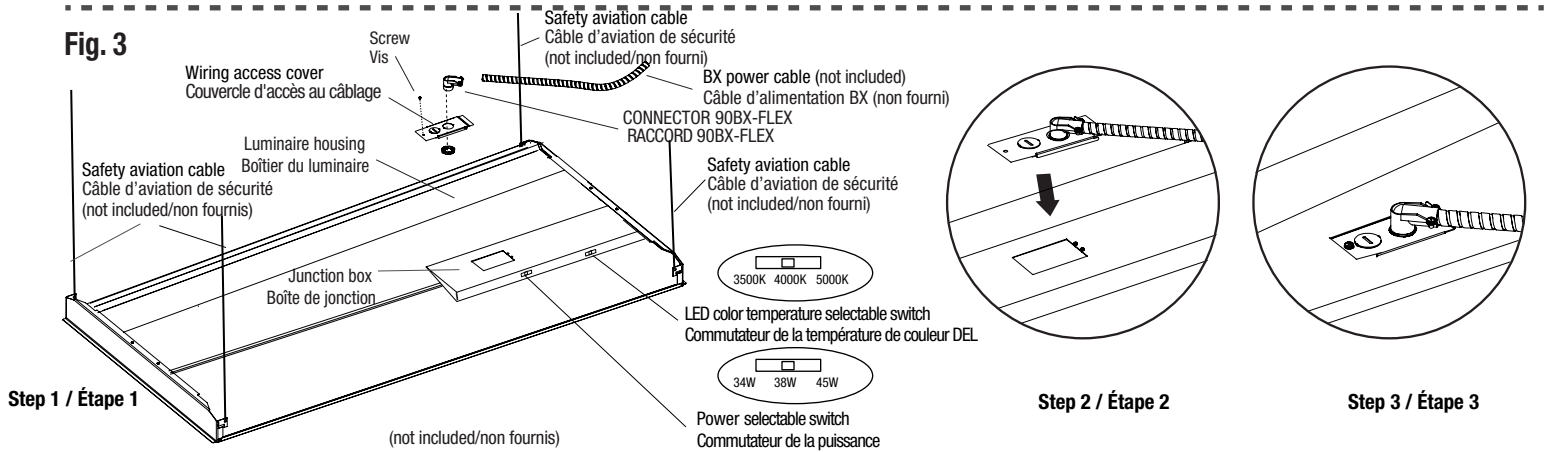

Fig. 4
10. Place the luminaire in the frame already installed into the ceiling (Fig. 4, steps "a", "b" and "c").
10. Mettre en place le luminaire dans le cadre préalablement installé dans le plafond. (Fig. 4, étapes "a", "b" et "c").